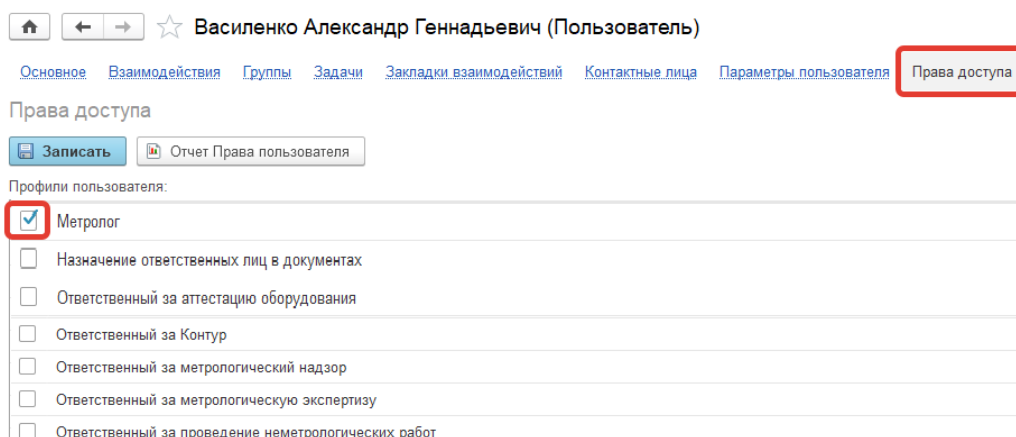

Рисунок 14
- Для настройки прав пользователя добавляем в требуемый **Профиль группы доступа**. Для этого в справочнике **Пользователи** перейдите по ссылке **Права доступа** (рис.14) и установите флаг в необходимом профиле прав доступа в соответствии с производимыми работами сотрудника в конфигурации. Далее нажмите **Записать**.